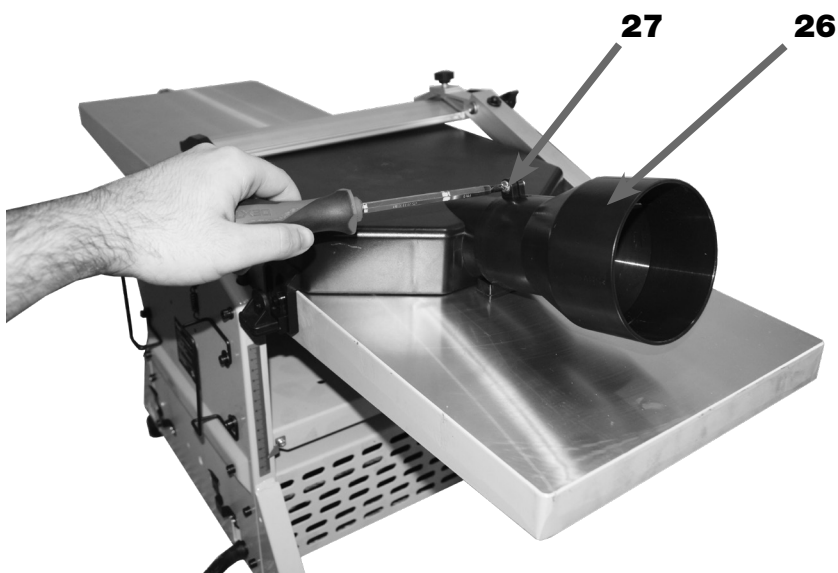

FIGURA 31 – Fixação da Extensão
5. APERTAR o Parafuso de Fixação da Extensão para fixação (figura 31).